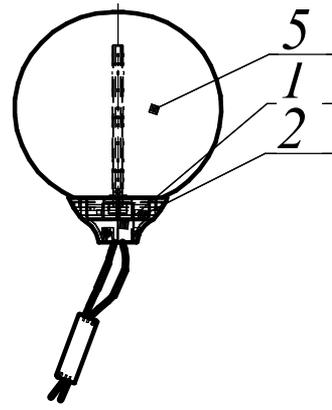

Рисунок 4
5. Рассеиватель Shar Opal тонированный поз.5 см. рисунок 4.